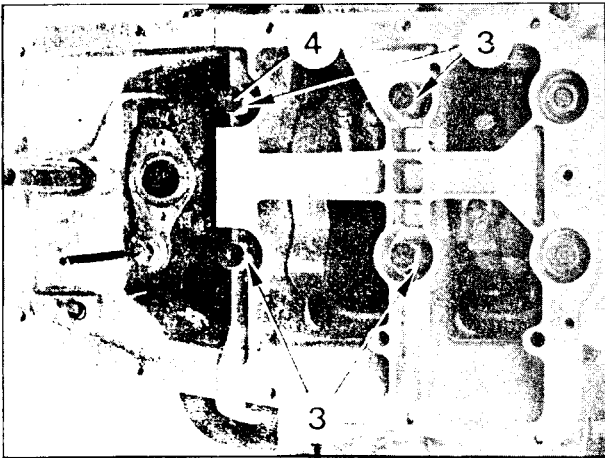
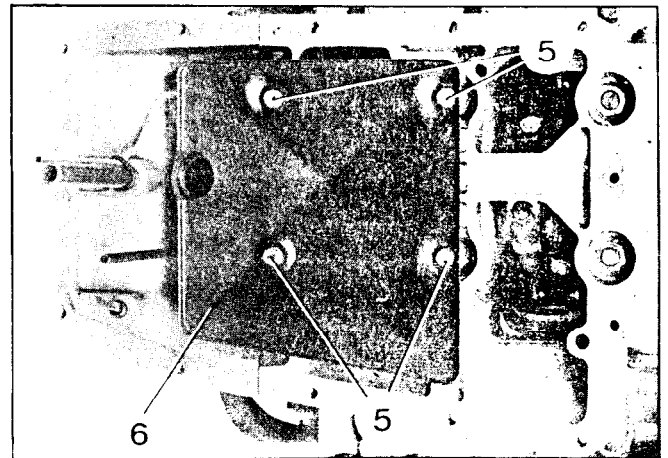
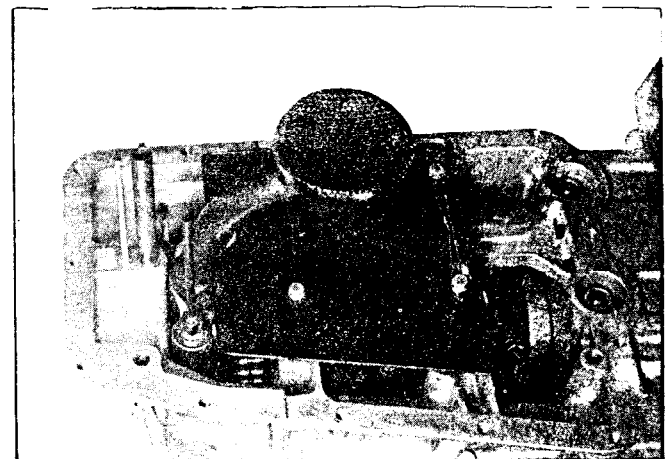

Abb. 3
Abb. 4
Abb. 6
- Montageweise beibehalten, falls Bauteile intakt sind, jedoch beide Schrauben durch Schrauben mit Kopfbohrung ersetzen (Schrauben ET-Nr. 1 S 5 436 643 W, Sicherung durch Messingdraht ET-Nr. 0 S 5 436 644 G, siehe Abbildung 6).
Alle 4 selbstsichernden Schrauben (Abb. 4) ausbauen und durch die Schrauben mit Kopfbohrung ersetzen. Schrauben mit Sicherungsdraht gem. Abb. 6 sichern.
- Vier Doppelmutter (3) (Flachscheiben), Anzugsmoment 9 - 10 mkg (Abb. 3)
- Neues Ölfangblech (6) mit den 4 Schrauben (5) (Flachscheiben (Abb. 4): Auf jede der 4 Schrauben (5) Gummihülse (4) (Abb. 3) zwischen Ölfangblech und jeweilige Doppelmutter (3) aufsetzen. Schraube (5) anziehen.
- Schrauben (5) mittels Sicherungsdrähten gem. Abb. 6 sichern.